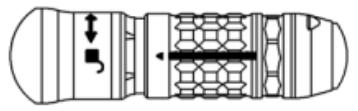

Figura 1
- Con uno spazzolino, pulire delicatamente le cannule del terminale mentre è immerso nella soluzione di pulizia. Usare lo spazzolino ACB per tutti i terminali, tranne il modello MA-D20-G1 e i manicotti dei cuscinetti dei terminali per procedure ad accesso minimo. Usare lo spazzolino SDCB per i terminali MA-D20-G1 e i manicotti dei cuscinetti dei terminali per procedure ad accesso minimo. Se il terminale riporta una ghiera di rilascio (Figura 1), spostarla e spazzolare l'area esposta.
- Manipolare le parti semovibili, come le ghiere di rilascio (Figura 1).